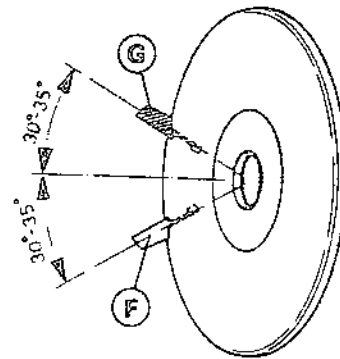

Fig. 3
1. Monter la meule la plus épaisse, et incliner le moteur de 90 à 60° suivant la forme du limiteur. Façonner le profil de la meule à l'aide de la pierre à dresser, en fonction du limiteur (voir figure 3).
2. Positionner le support de chaîne (5) et (11) à 0°.
3. Rectifier le 1er limiteur jusqu'à la distance préconisée du fabricant de la chaîne, avec la butée de profondeur (10).
Exemple chaîne WINDSOR/BEAL (fig.3)